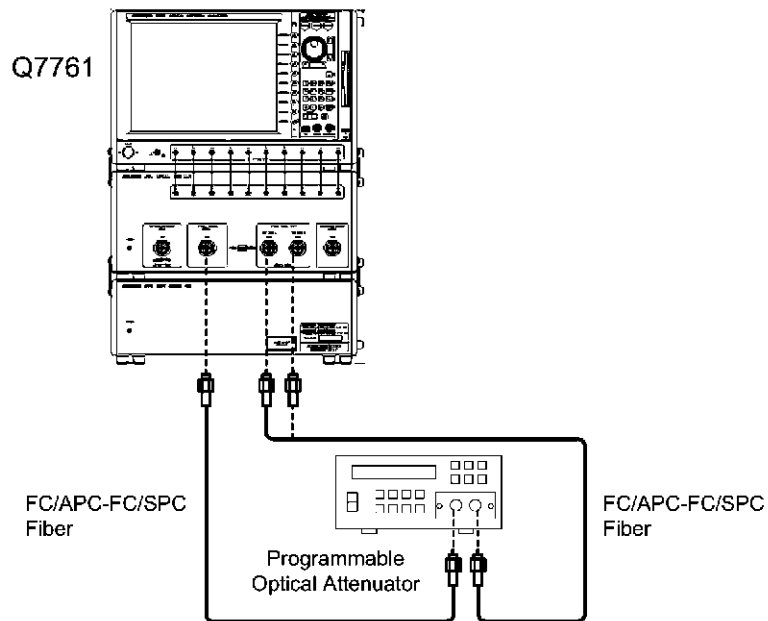

図 2-5 振幅特性直線性 (POWER 測定モード) 試験接続図 2
12. 図 2-5 のように FC/APC-FC/SPC 光ファイバの 1 本を本器の “OPTICAL SIGNAL OUTPUT” と可変光アッテネータの INPUT に接続し、もう 1 本を可変光アッテネータの OUTPUT と本器の “TEST PORT 1” に接続します。